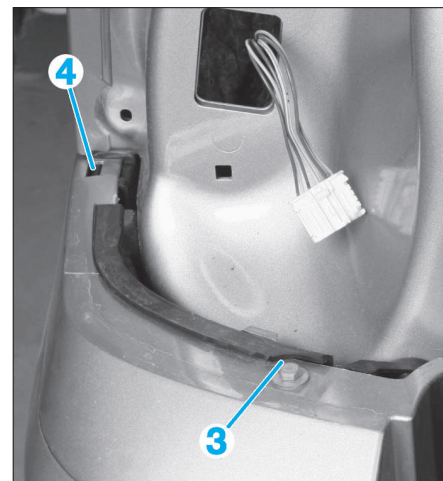

FIG. 113
- De chaque côté, déposer les vis (3) et repousser les crochets (4) (Fig.113).